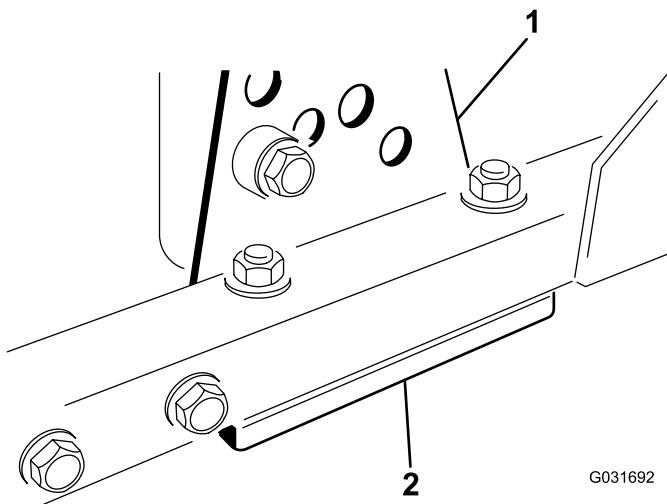

Figura 64
1. Retire el soporte de altura de corte (delantero, izquierdo o derecho) del bastidor de la carcasa (Figura 64).
2. Coloque suplementos de 1,5 mm y/o 0,7 mm entre el bastidor de la carcasa y el soporte hasta lograr el ajuste de altura deseado (Figura 64).